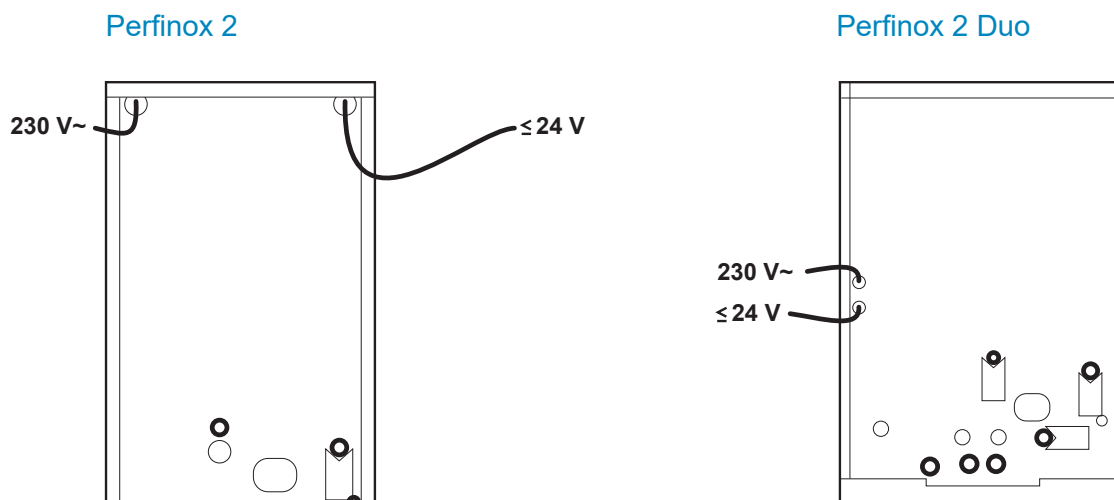
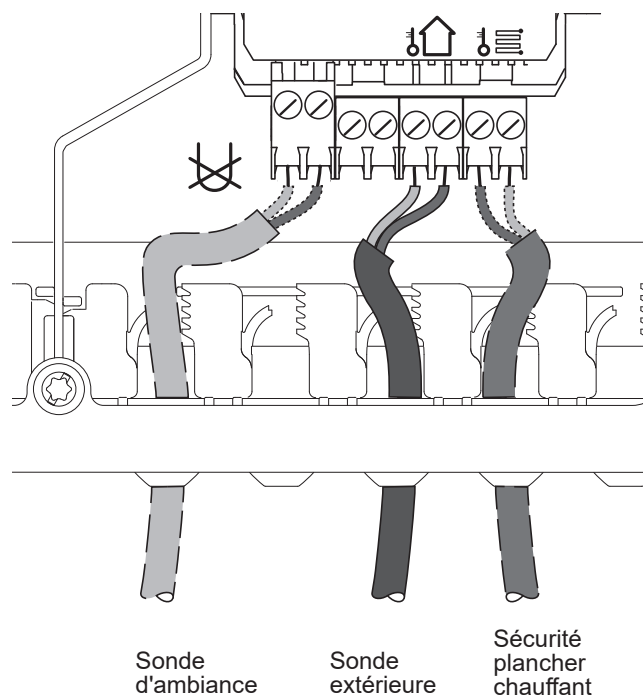

fig. 21 - Chemin de câbles (extérieur chaudière)
fig. 25 - Accès borniers TBTS
- Effectuer les raccordements suivant les schémas (fig. 21 et fig. 25).